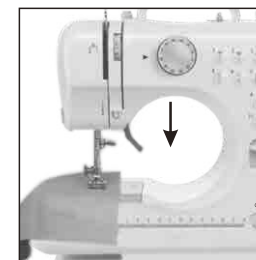

Fig.8
6.Baje el pie prensatela (Fig. 8).